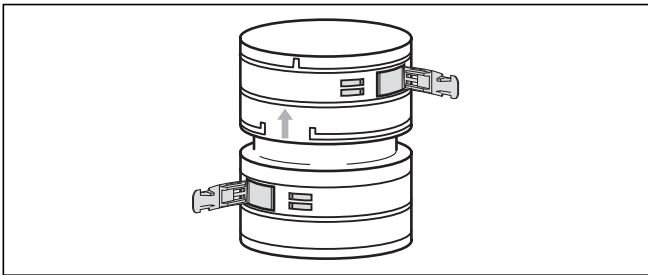
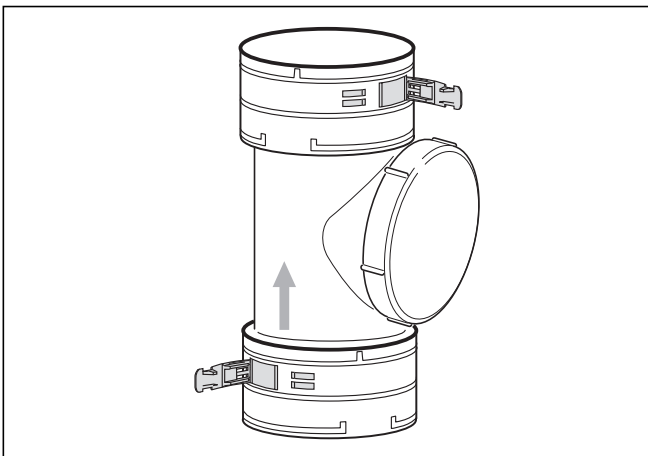

Рис. 4.35 Соединительный элемент
Рис. 4.36 Элемент для очистки
- При необходимости, вначале установите соединительные элементы и элементы для очистки (см. рис. 4.35 и 4.36).
Вместо того, чтобы использовать цельный гибкий дымоход с общей длиной, Вы можете использовать несколько отдельных элементов и соединить их соединительными элементами (арт. № 303 512, рис. 4.35) или элементом для очистки (арт. № 303 511, рис. 4.36).